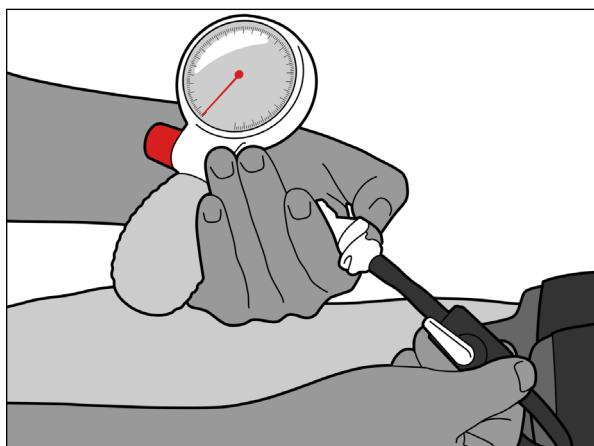

Abb. 21
2. Lösen Sie den Schnellverschluss durch Drücken des grauen Knopfes am Schnellverschluss (Abb. 21).